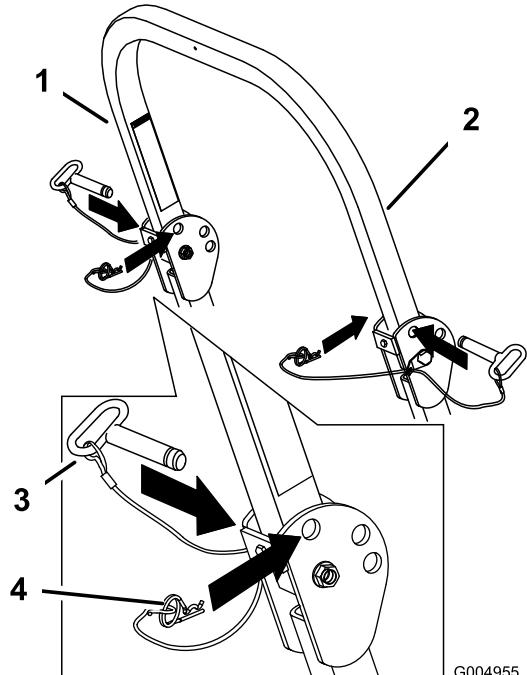

Figura 7
1. Rimuovete le coppiglie e togliete le due spine (Figura 7).
3. Montate le due spine e fissatele con le spine delle coppiglie (Figura 7).
4. Per alzare il roll bar togliete le spine delle coppiglie e le due spine (Figura 7).
5. Alzate completamente il roll bar e montate le due spine, quindi fissatele con le spine delle coppiglie (Figura 7).